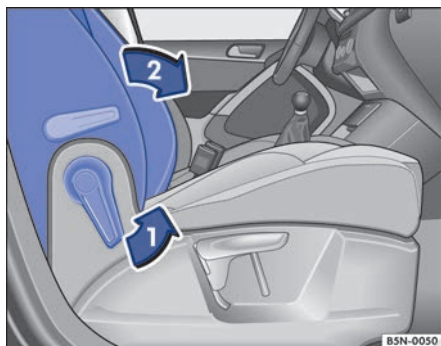

Fig. 88 Abatir el respaldo del asiento del acompañante hacia delante.
- Desbloquee el respaldo del asiento del acompañante en el sentido de la flecha → fig. 88 ①.
- Abata el respaldo del asiento del acompañante hacia delante, en el sentido de la flecha ②, hasta que quede en posición horizontal.